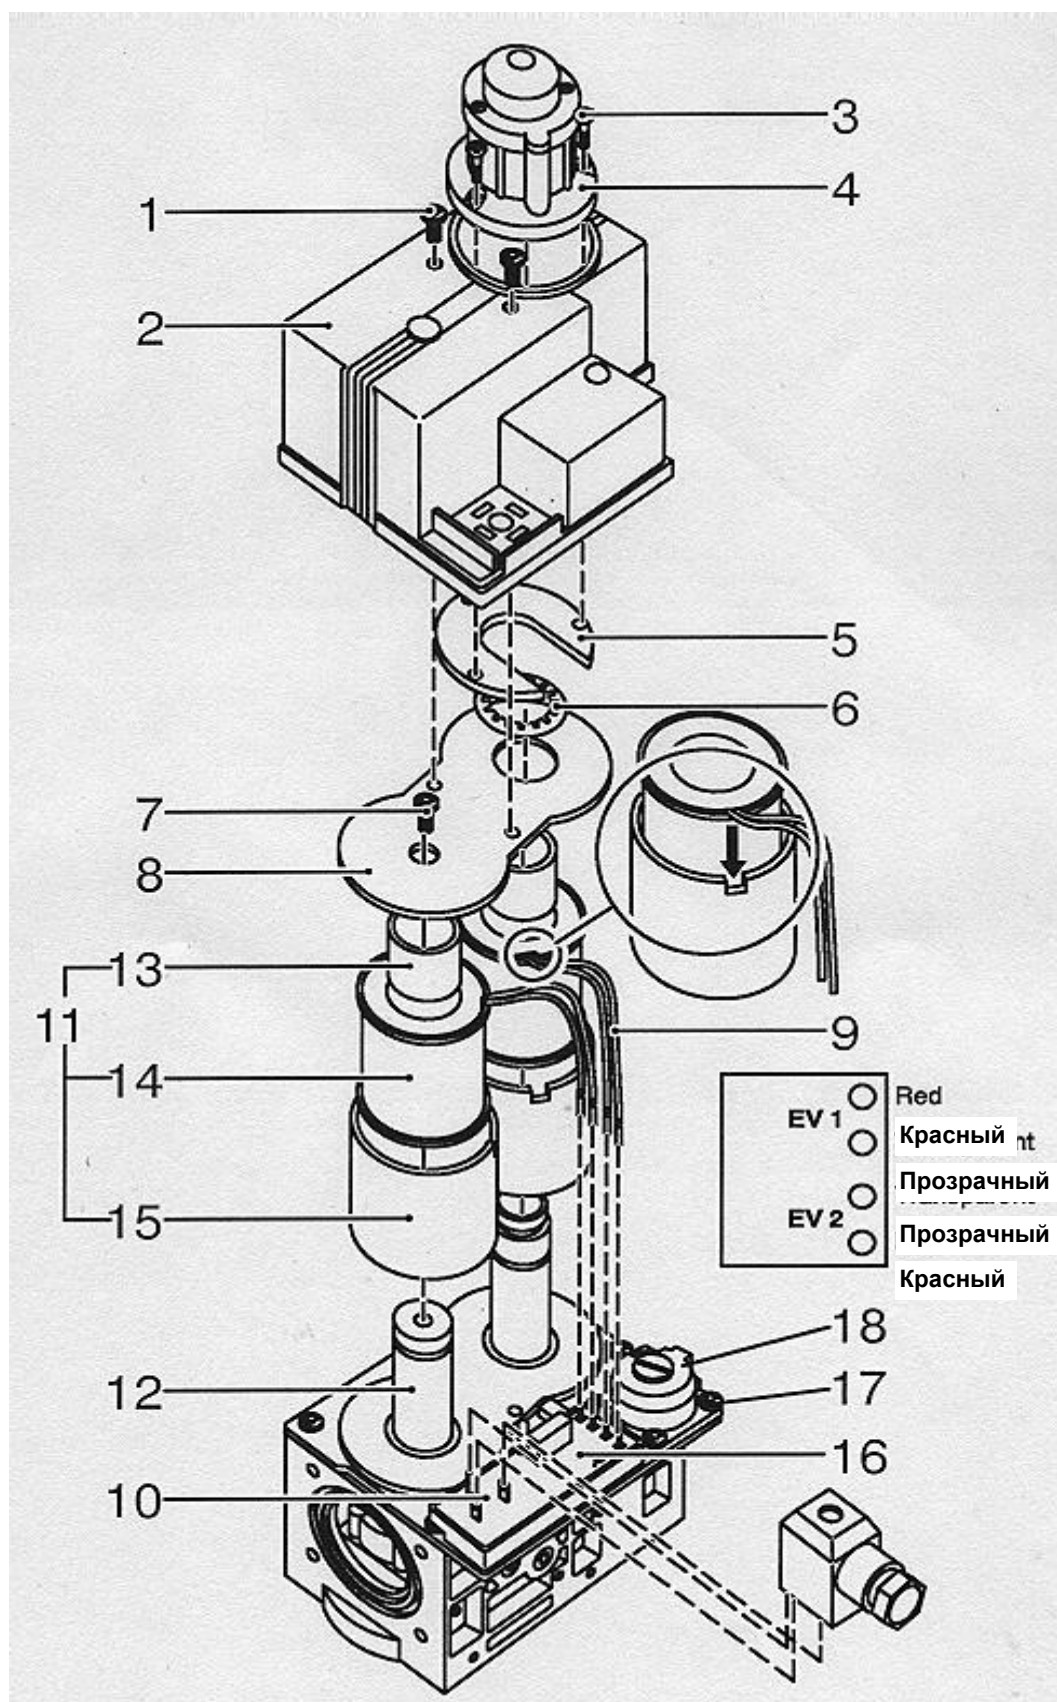

Рис. 20. Трехмерное представление клапана серии VR400
Замена катушек (см. рис. 20)
6. Снимите пластинчатую пружину (6)
7. Ослабьте и снимите винт первого оператора (7)
8. Снимите верхнюю пластину (8)
9. Отсоедините провода, ведущие к катушке (9), от монтажной платы (10)
10. Снимите катушку (11) с оператора (12)
11. Выньте трубку потока (13) из катушки
12. Выньте катушку (14) из трубки (15)
16. Подсоедините провода в соответствии с рис. 20
Замена преобразователя (см. рис. 20)
Замена гидравлического медленно открывающегося узла (см. рис. 20)
Замена регулятора давления (см. рис. 20)